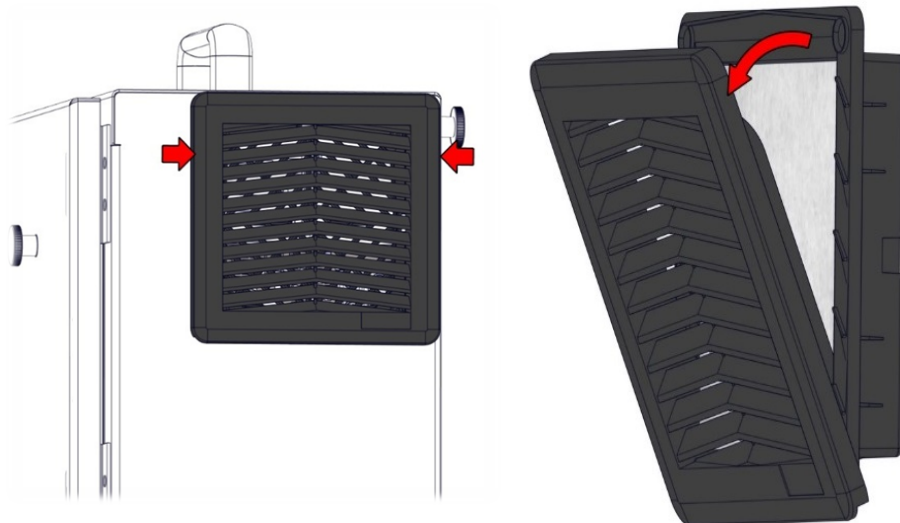

Abbildung 3.7. Ersetzen der Controllerfilter.
1. Entfernen Sie den äußeren Kunststoffrahmen, indem Sie dort ziehen, wo die roten Pfeile sind, wie in den Bildern bei Abbildung 3.7 dargestellt. Der Rahmen kippt nach außen.